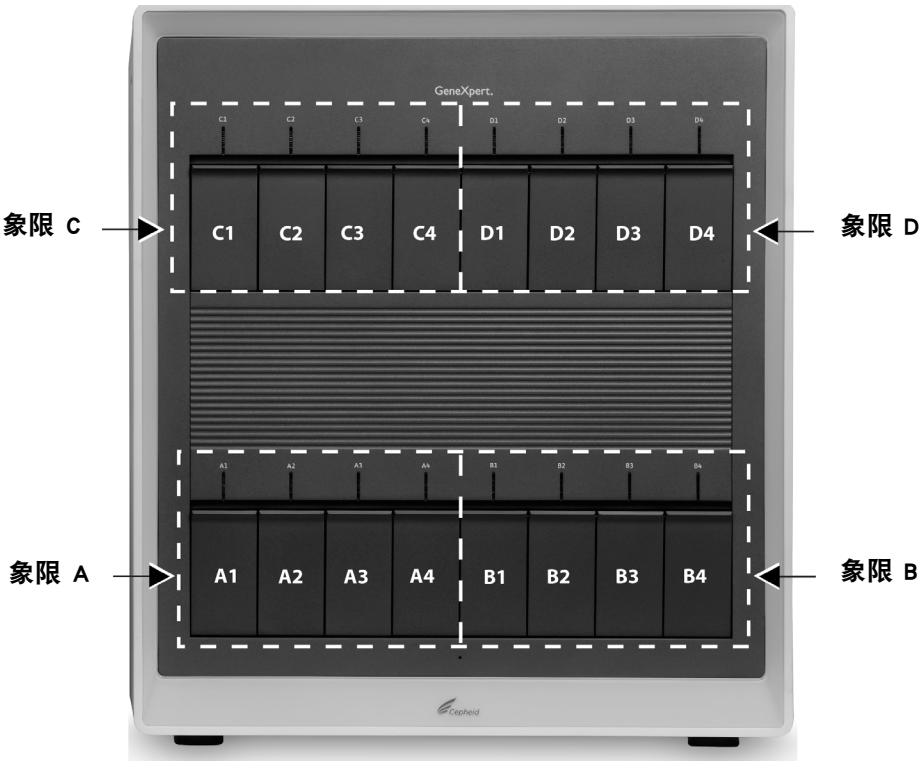
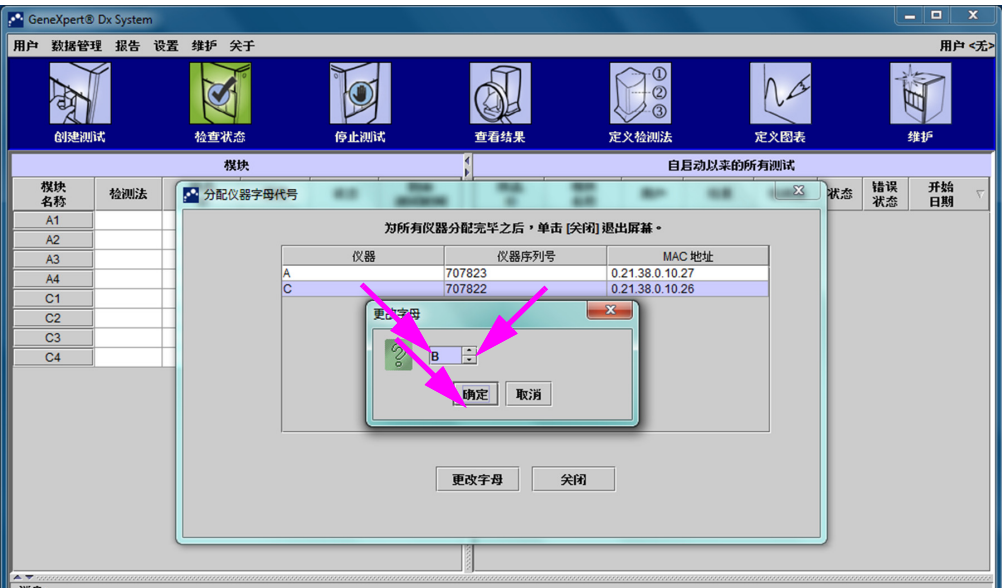

图 2-62. 已分配字母代号的象限（所示为 GX-XVI）
图 2-68. 显示 “更改字母” 叠层对话框的 “GeneXpert Dx System” 窗口
GeneXpert Dx 软件自动分配一个字母（A、B、C 或 D）以标识连接到计算机的 GeneXpert GX-XVI 仪器的每一个象限。图 2-62 所示为系统划分 GX-XVI 每个象限的方式。
出现 “更改字母” 对话框，如图 2-68 所示。使用 “更改字母” 对话框中的上下箭头选择要分配给模块的字母。选择对应于由四个闪烁模块确定的象限的字母代号。例如，如果右下一组模块（图 2-62 中的象限 B）闪烁，则选择 **B** 作为新字母代号。
5. 在更改分配字母代号后，单击**确定**。参见图 2-68。